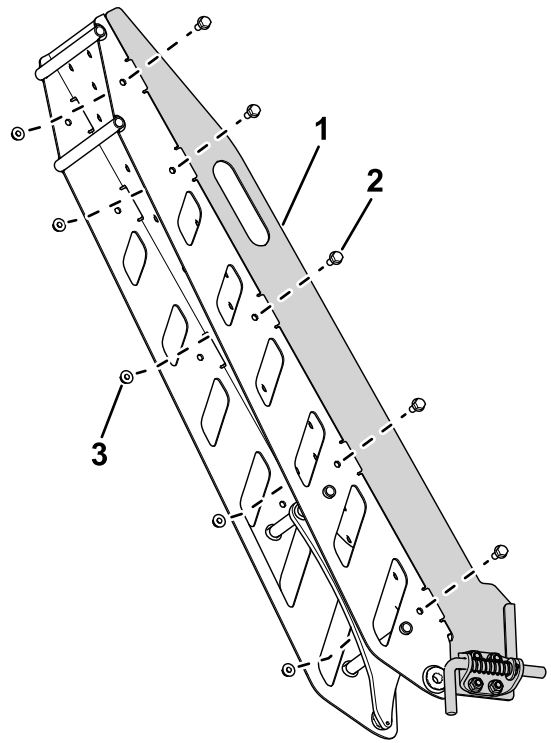

Figura 10
2. Utilice 10 pernos (5/16" x 3/4") y 10 tuercas Nyloc (5/16") para fijar la placa de guía al conjunto de la rampa (Figura 10).